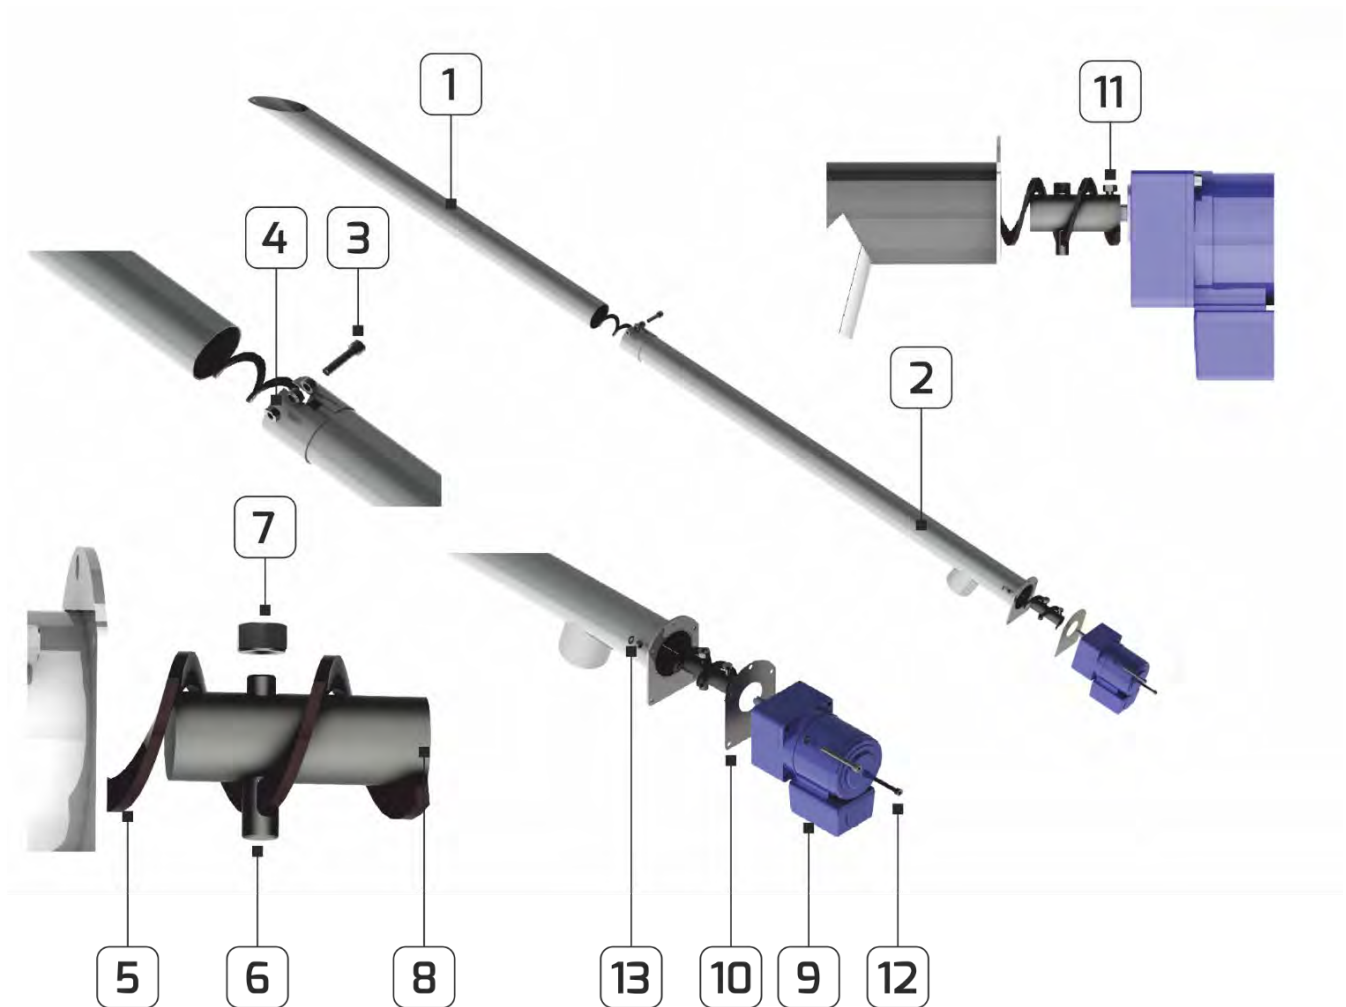

Bild 5. Aufbau der Förderschnecke.
- Schrauben M5 (1) lösen und Gehäuse (2) abnehmen;
- 4 Klammern (3) entfernen und Brenner aus dem Schutzrohr (4) herausnehmen;
- Isolierungsschicht zwischen dem Montage-T-Stück und der Kesseltür (6) montieren [die Isolierung gehört nicht zum Lieferumfang];
- Schutzrohr in der Kesselöffnung montieren und mit Hilfe von vier Schrauben M8 (5) festschrauben;
- den Brenner erneut in das Schutzrohr einschieben und 4 Klammern (3) befestigen;
- Brennergehäuse (2) montieren und Schrauben (1) anziehen.
2. Brennstoffförderer anschließen, Bild 5